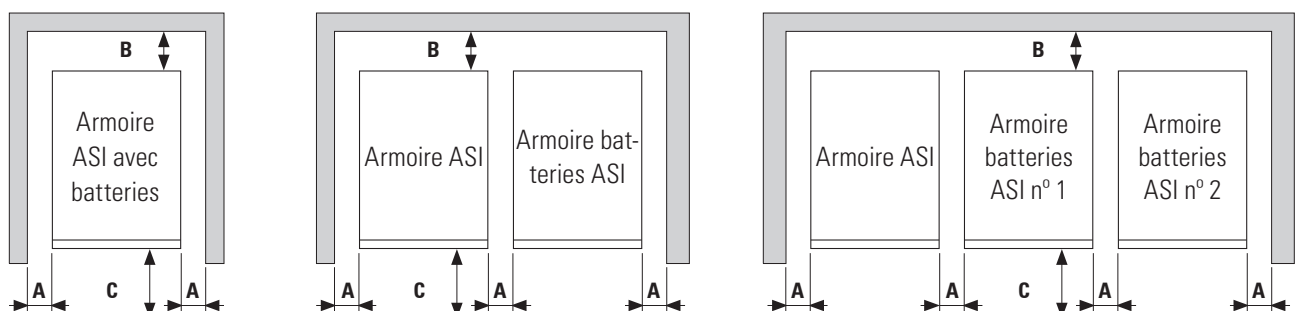

Fig. 35. Cotes minimales périphériques pour la ventilation de l'onduleur.
- La Fig. 35 présente, à titre d'exemple, les configurations comprenant une seule armoire ASI : un onduleur avec les batteries à l'intérieur, un onduleur avec une armoire de batteries externes et un onduleur avec une autonomie étendue avec deux armoires de batteries externes.